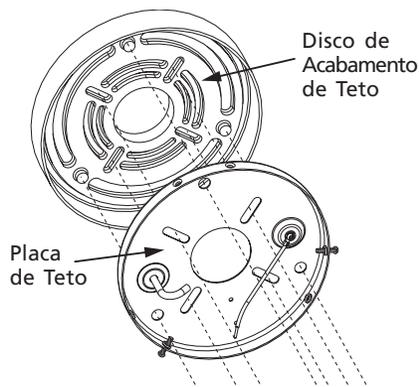

Figura 2a - Instalando o conjunto placa de teto e disco de acabamento de teto
2. Faça dois (2) furos de até 0,5 cm (11/64 pol.), com 5 cm de profundidade (2 pol.) e 6,5 cm (2-9/16 pol.) de distância do centro da viga. O suporte em U pode ser usado como modelo de furo.
3. Posicione o disco de acabamento de teto sobre a placa de teto de modo que os encaixes e as superfícies elevadas do acabamento do teto fiquem alinhadas com os encaixes e furos da placa de teto. Ver Figura 2a.